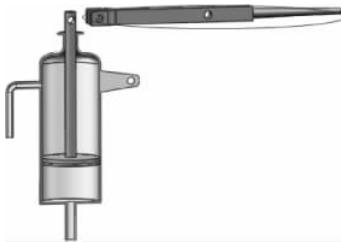

图 3-13 添加手柄零件
(1) 单击【装配体】工具栏中的【插入零部件】按钮 ,弹出【插入零部件】属性管理器。单击【浏览】按钮,在弹出的【打开】对话框中选择零件【手柄】,单击【打开】按钮,在图形区域中的合适位置单击插入,然后使用【装配体】工具栏中的 【移动零部件】和 【旋转零部件】功能拖动零件到接近配合位置,如图 3-13 所示。